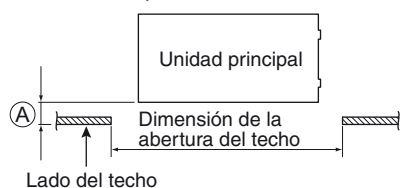

Fig. 7-1
- No coloque nunca el panel mirando hacia abajo. Cuélguelo verticalmente o colóquelo sobre un objeto saliente. Si lo colocase mirando hacia abajo, dañaría la superficie. (Fig. 7-1)
Ⓐ debe estar dentro del margen de 13 – 18 mm. (Fig. 7-1)